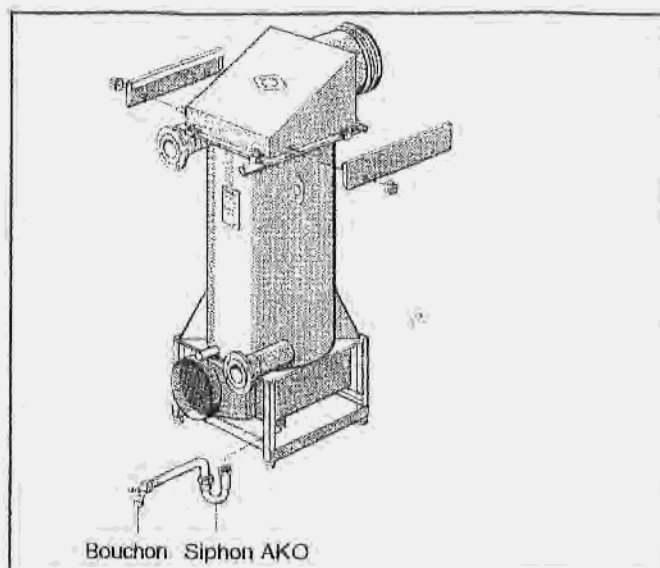

Fig. 8 Schéma de principe
Pour utiliser deux dispositifs de neutralisation, il faut retirer le deuxième bouchon côté de la conduite d'évacuation avant le montage du siphon (fig. 8).
- Visser la traverse supérieure à gauche et à droite avec deux écrous sur les glissières du cadre supérieur, arêtes vers l'intérieur (fig. 8).